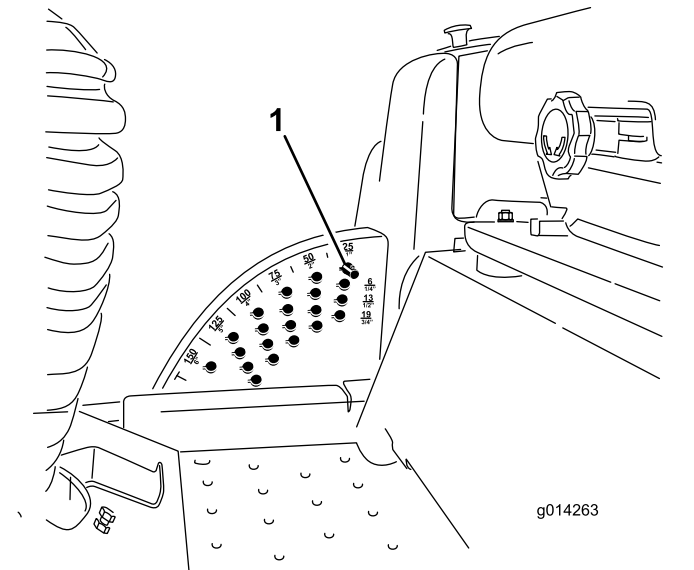

图2
3. 为了重新安装应留意剪草高度销在剪草高度支架中的位置 图2。从剪草高度支架取下剪草高度销。